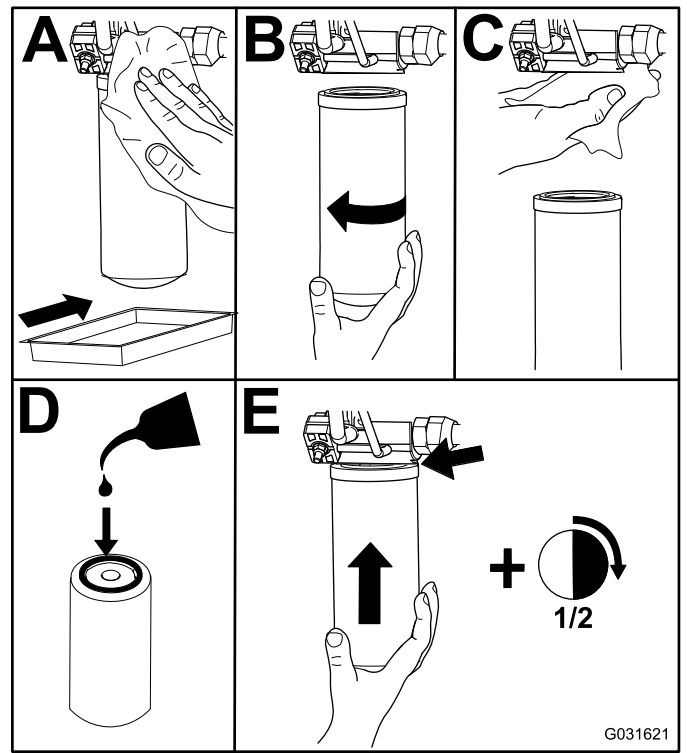

Bild 79
2. Tauschen Sie die Hydraulikfilter aus (Bild 79).